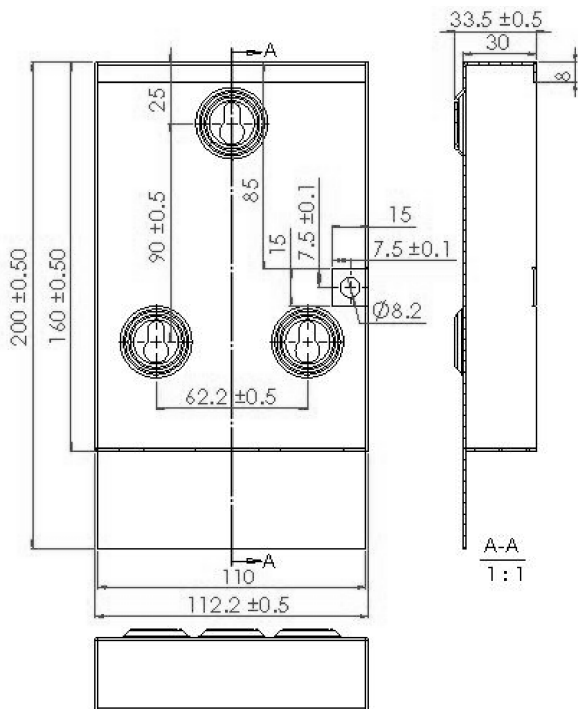

图 10-63 标注尺寸公差
- 14 标注尺寸公差。单击需要标注公差的尺寸, 进行尺寸公差标注, 如图 10-63 所示。